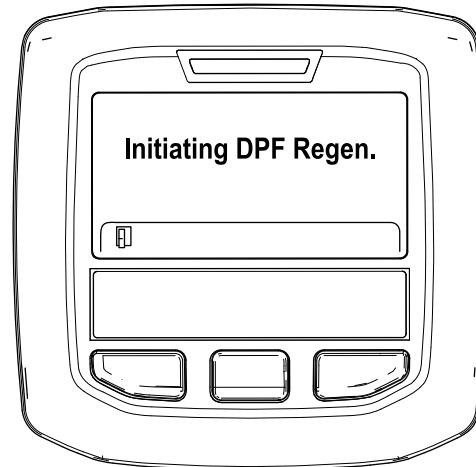

Figura 34
- A. “Initiating DPF Regen.” (A iniciar Regen. DPF) é apresentada (Figura 34).